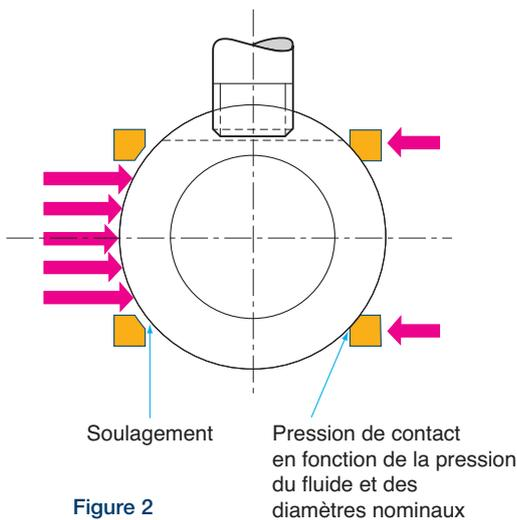

Figure 2
- La sphère est supportée par les éléments d'étanchéité (voir fig. 2). Cela peut provoquer des déformations durables et donc des dysfonctionnements
- Seul l'élément d'étanchéité aval assure l'étanchéité en ligne (voir fig. 2)